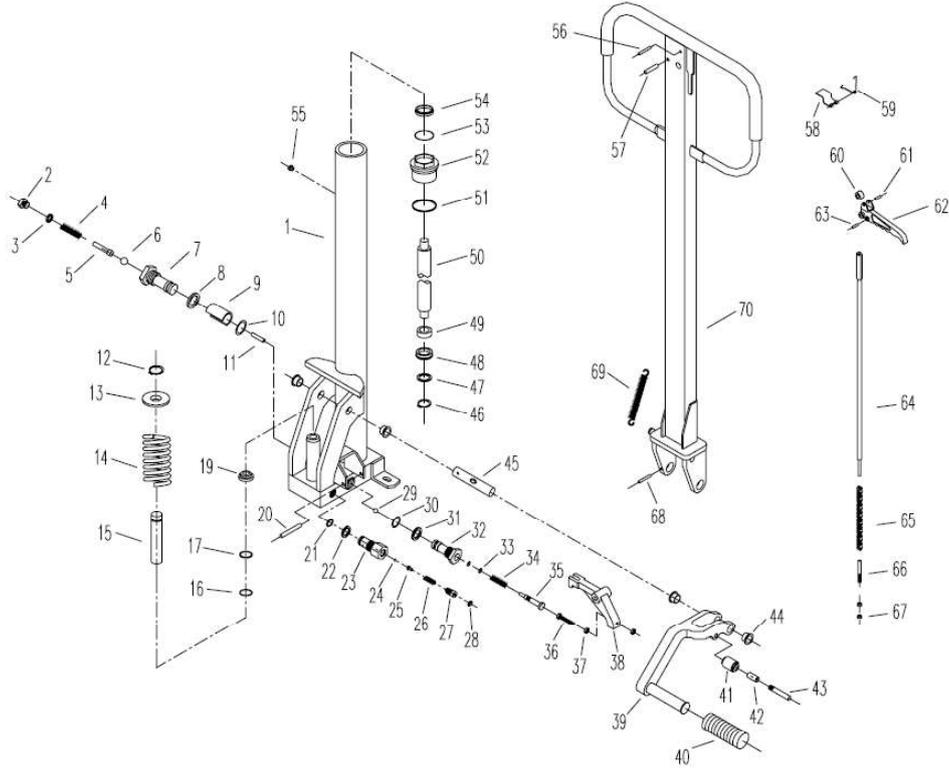

Figur 2 Heising diagram av Truck
6. Fästningspunktterna under transport fremgår av figur 2.